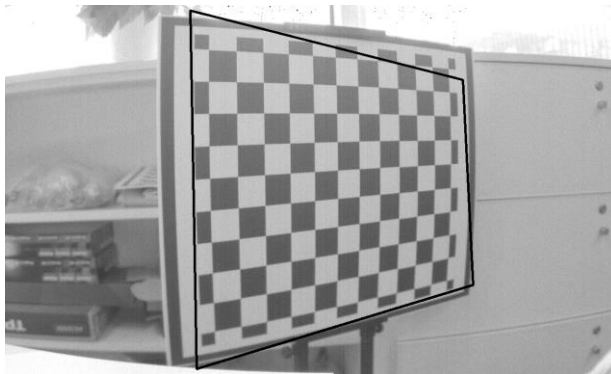
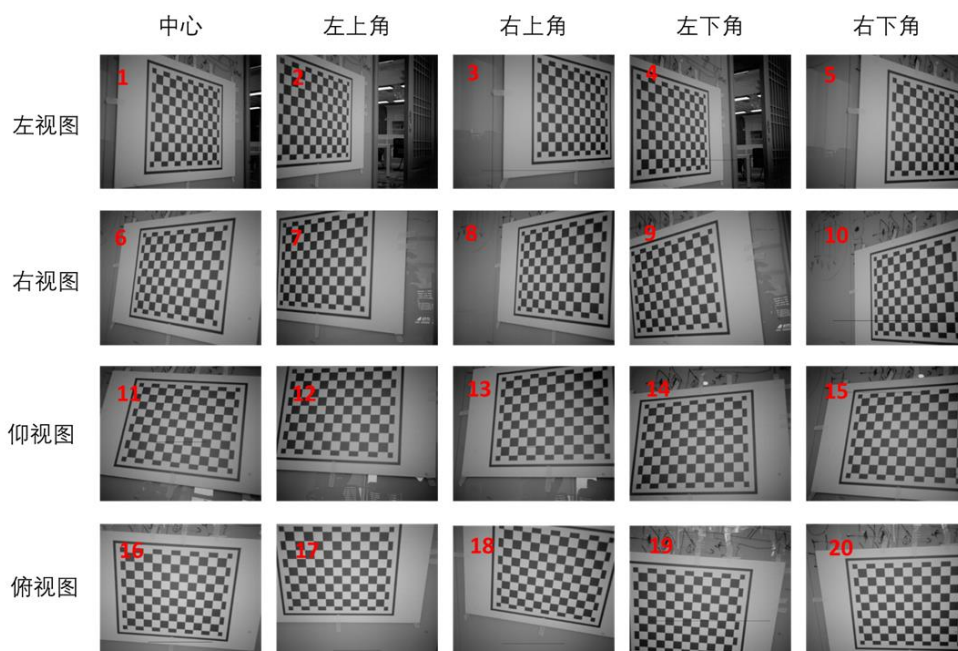
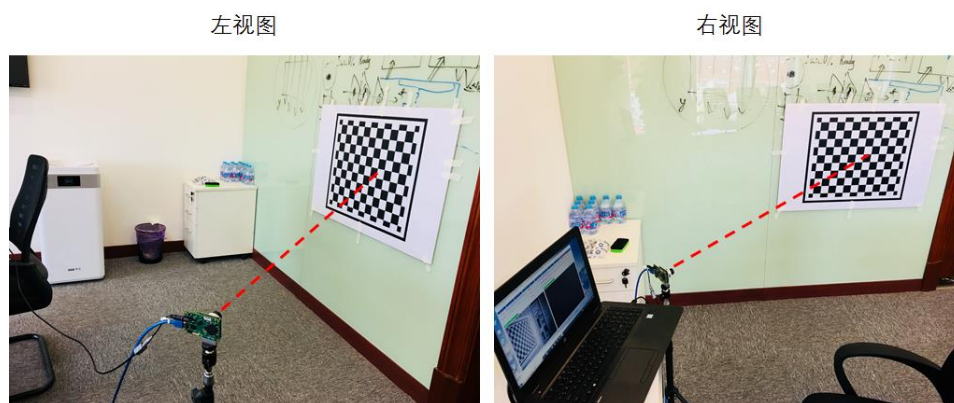

图 2-2-1 合适亮度以及辅助标定框
图 2-2-2 内参标定需要的 20 张图片示意图
图 2-2-3 左视图和右视图示意图
- 4) 若 FPN 正确，则按键盘“l”（小写 L）和“d”可以调节亮度，调节到图 2-2-1 所示亮度。按键盘方向键可以翻转图像，左右键可以左右翻转图像，上下键可以上下翻转图像。调节镜头焦距，使得画面最清晰。
- 5) 此时图像中显示黑色框，用于辅助相机位置和角度调整，如图 2-2-1 所示。调整相机位置和角度，使得标定板外边框部分基本落在黑框内（允许存在一定偏差，但是方格必须都显示在图像中）。该辅助框和图 2-2-2 所示图片一一对应，每张小图左上角红色数字代表了出现顺序。总共需要保存 20 张图片，包含了相机在标定板的不同相对位置，以及标定板呈现在图像中的不同位置，以提高标定算法的准确性。左视图和右视图摆放位置如图 2-2-3 所示。仰视图和俯视图同理，相机分别在标定板的下面和上面。
- 第 6、11 和 16 张，视角有比较大的调整，需按照图 2-2-2 要求的移动相机到新的位置。